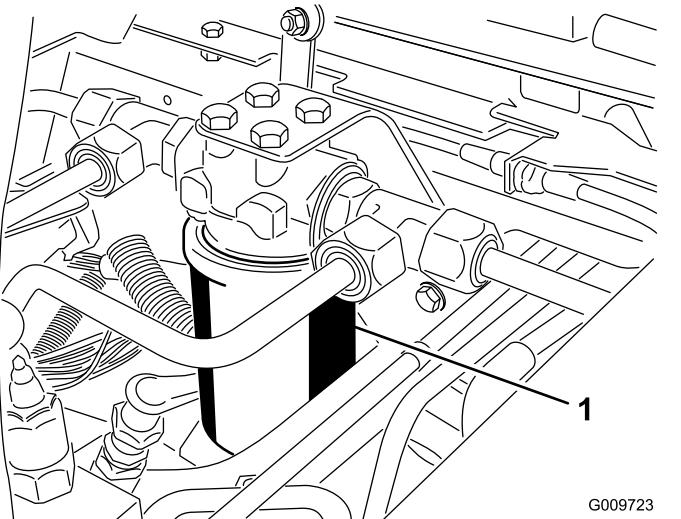
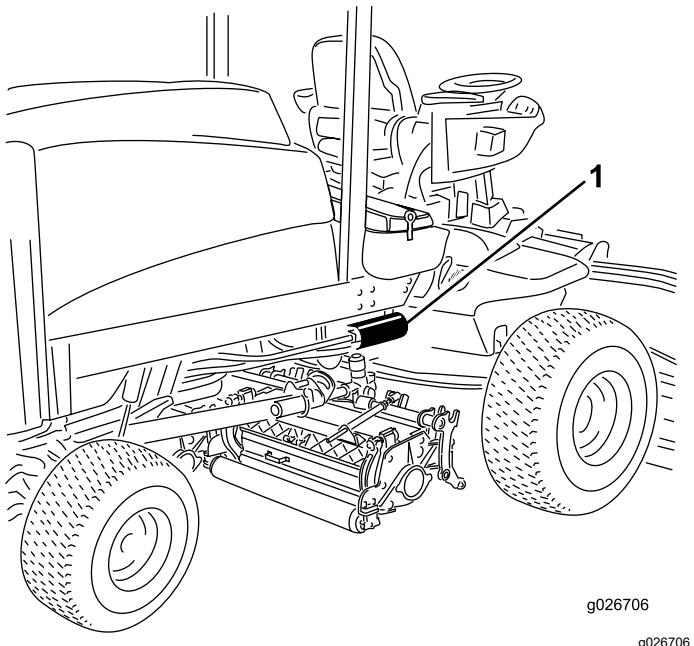

Figura 97
Figura 98
2. Limpe a zona em torno da montagem do filtro. Coloque um recipiente de escoamento debaixo do filtro e retire o filtro (Figura 97 e Figura 98).